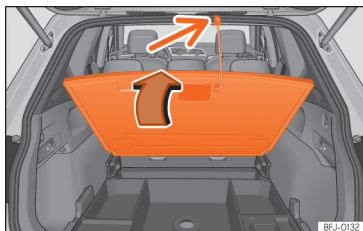

Abb. 124 Im Gepäckraum: Gepäckraumboden anheben.
- in die Griffmulde im Gepäckraumboden fassen »» **Abb. 124** und Gepäckraumboden in Pfeilrichtung nach oben klappen. Halteband an der Gummidichtung (kleiner Pfeil) einhängen.